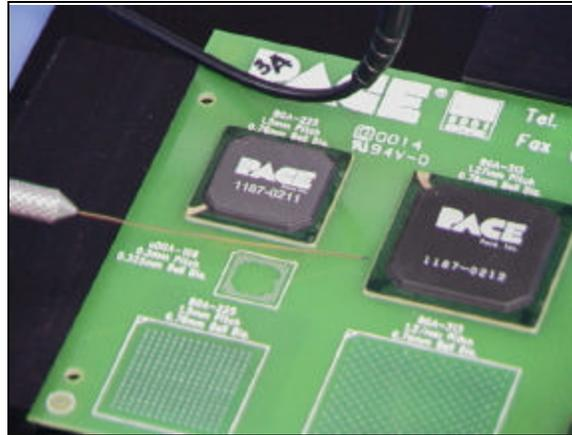

Abb. 20. Positionieren der flexiblen Sonde
- iii. Positionieren Sie die flexible Sonde seitlich neben der zu überprüfenden Komponente (siehe Abb. 20).